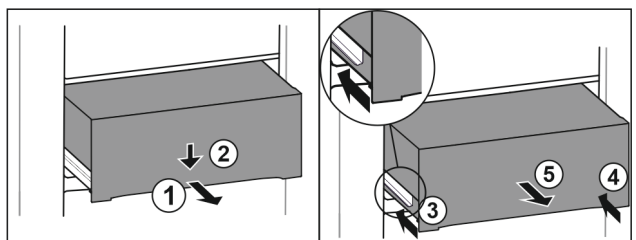

Fig. 81
- ▶ Estrarre il cassetto a metà. Fig. 81 (1)
- ▶ Premere il cassetto sul lato anteriore verso il basso. Fig. 81 (2)
- ▶ Spingere la guida sinistra di circa 2 cm verso l'interno. Fig. 81 (3)
- ▶ Spingere la guida destra di circa 2 cm verso l'interno. Fig. 81 (4)
- ▶ Rimuovere il cassetto tirandolo in avanti. Fig. 81 (5)